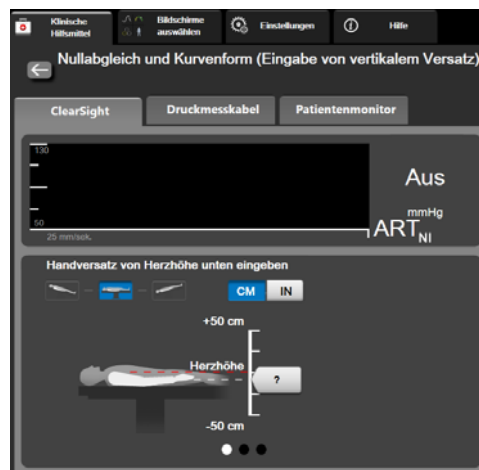

Abbildung 11-6 Bildschirm Nullabgleich und Kurvenform – Eingabe von vertikalem Versatz
- 4 Auf dem Bildschirm **Nullabgleich und Kurvenform** in diesem Modus (wie in Abbildung 11-6 gezeigt) werden drei Patientenpositionen dargestellt: